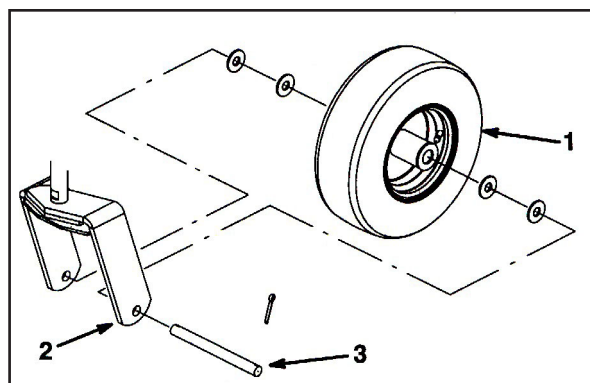

図1
1. 各キャスト・ホイール・アセンブリを2本のキャスト・フォークの間に挟むようにして取り付ける（ワッシャ4枚、アクスル、コッターピン2本；図1）。